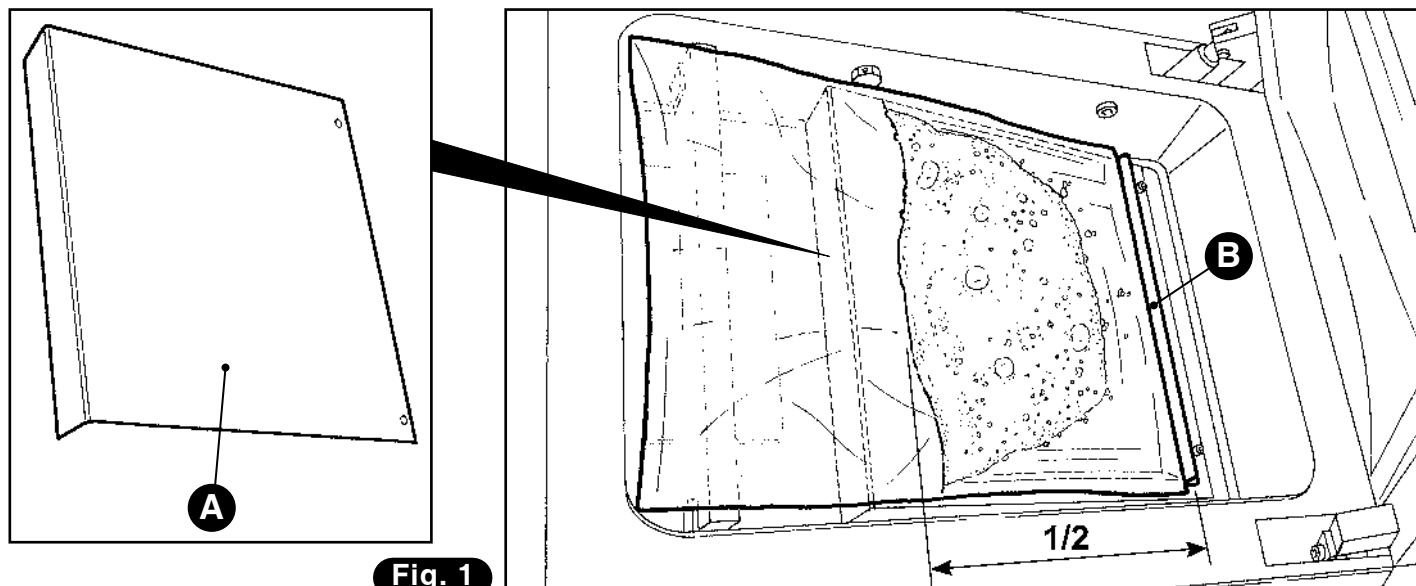

Fig. 1
- 3) Führen Sie den Beutel mit der zu verpackenden Flüssigkeit in die Saugvorrichtung ein, wobei Sie den Beutel nur halb füllen sollten (1/2) (**Abb. 1**). Legen Sie ihn mittig auf die Schweißleiste, so dass die freie Beutelkante ca. 20 mm über die Schweißleiste vorsteht.